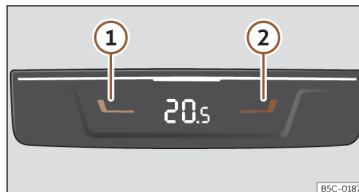

Fig. 145 În partea din spate a consolei centrale: comenzile pentru scaunele din spate.
- Apăsați butoanele  și  >>> **fig. 145** pentru a regla zonei din spate.